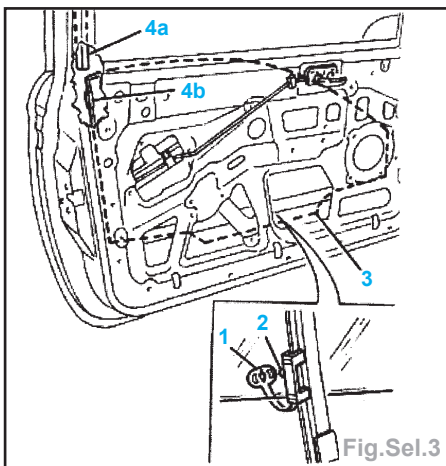

Fig.Sel.3
- la glace de porte (Fig.Sel.3) :